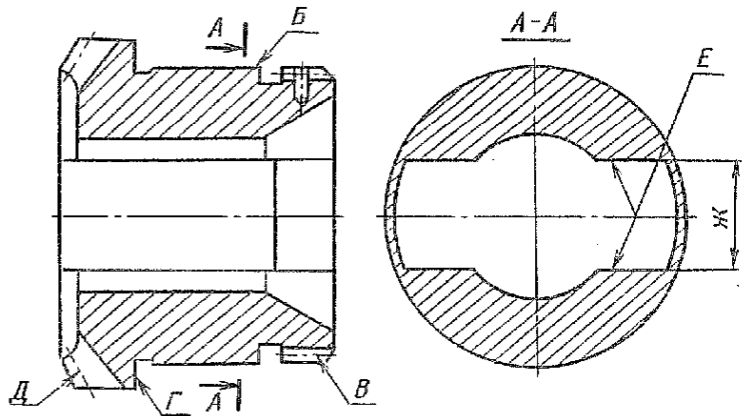

Рис. 177. Шестерня полуоси заднего моста левая
2.6. Шестерня полуоси заднего моста левая (рис. 177)